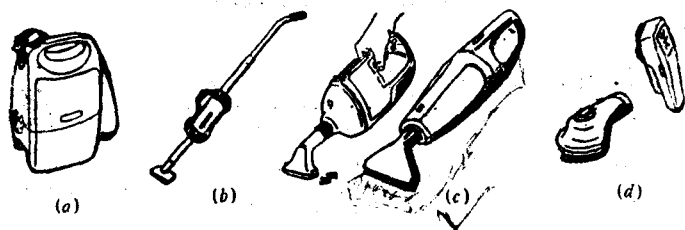

图 1-3 几种便携式吸尘器的外形
便携式吸尘器的特点是重量轻，使用灵活，因为要便于携带，所以它不需装有轮子，但它的使用范围较窄。便携式的式样很多，以下介绍几种主要式样，见图 1-3 所示。
(1) 肩式：它是便携式中最大的一种，实际上是立式、卧式吸尘器的小型化，重量约 2 千克。在使用时，用带子将吸尘器背在肩上，用它来清洁楼梯十分方便，它的耗电量不超过 400 瓦，吸入功率约 80 瓦。其外形见图 1-3(a)。
(2) 杆式：整个吸尘器的形状象一根棍子，电动机等主要部件安装于棍子中间，棍子上端是把手，下端是吸入口，它可清洁沙发之类的低矮家具及墙壁角落等，使用时不需弯腰，轻便省力。其外形见图 1-3(b)。
(3) 手提式：它是直接握在手中使用的吸尘器，构造简单，一般不装软管，耗电在 300 瓦以下，吸入功率小于 45 瓦。它主要用于清洁沙发、衣服、床上用品、抽屉及书架，还可用于汽车吸尘。其外形见图 1-3(c)。
(4) 微型式：形状不一，结构十分简单，没有附件，耗电 1 至数瓦，用干电池作电源，使用灵活，但吸力甚小。它只能用于清洁呢料衣服，故又称大衣刷。穿着日久、积灰不易去掉的呢制服，只要用大衣刷轻轻一刷，尘埃就会被吸走，效
果较好。因此,这种大衣刷在我国气候干燥、灰沙较多的北方城市是颇受欢迎的。其外形见图 1-3(d)。